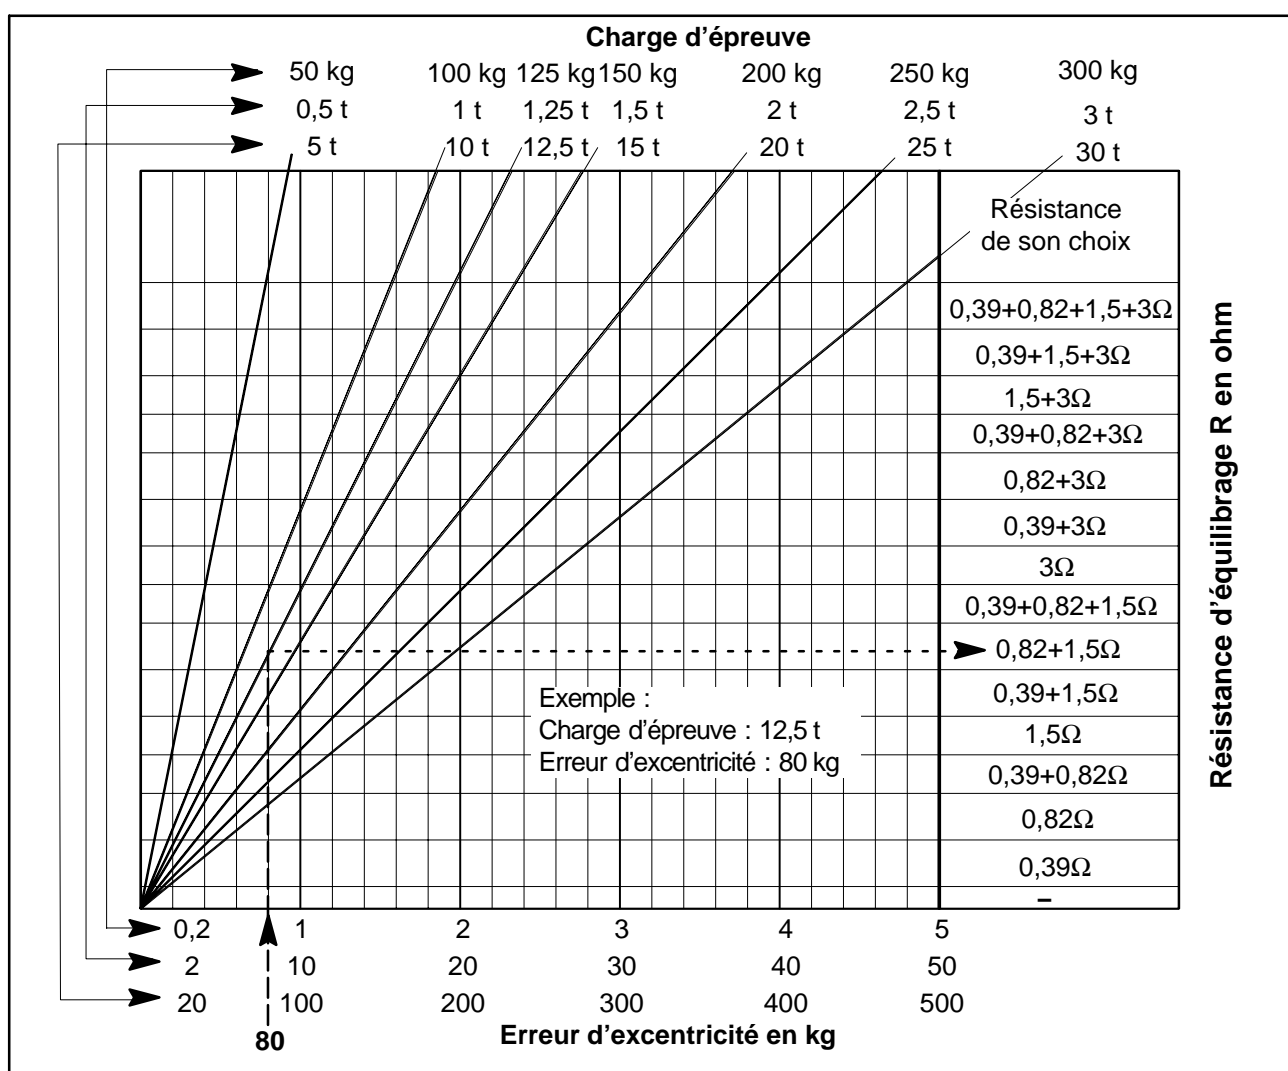

Fig. 7.2 : Équilibrage des charges d'angle pour des pesons de 350 Ω
- Le graphique (Fig. 7.2) est divisé en sept plages de charges d'épreuve. Sélectionner les charges d'épreuve utilisées (12,5 t dans l'exemple choisi) dans la ligne correspondante. En partant de la différence d'erreur d'excentricité calculée (axe X), on recherche l'intersection avec la charge d'épreuve. On peut alors lire sur l'axe Y la résistance et la combinaison la mieux adaptée. Les valeurs de résistance indiquées ici s'appliquent à des pesons de 350 Ω (voir tableau collé dans le couvercle du VKIA405).